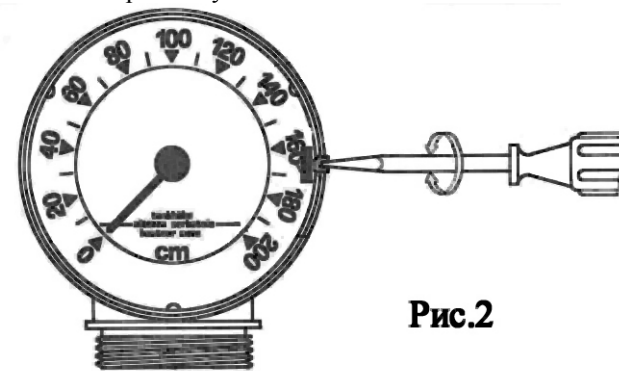

Рис.2
- вращая отверткой винт на корпусе прибора (см. рис. 2), совместить «0» шкалы со стрелкой указателя